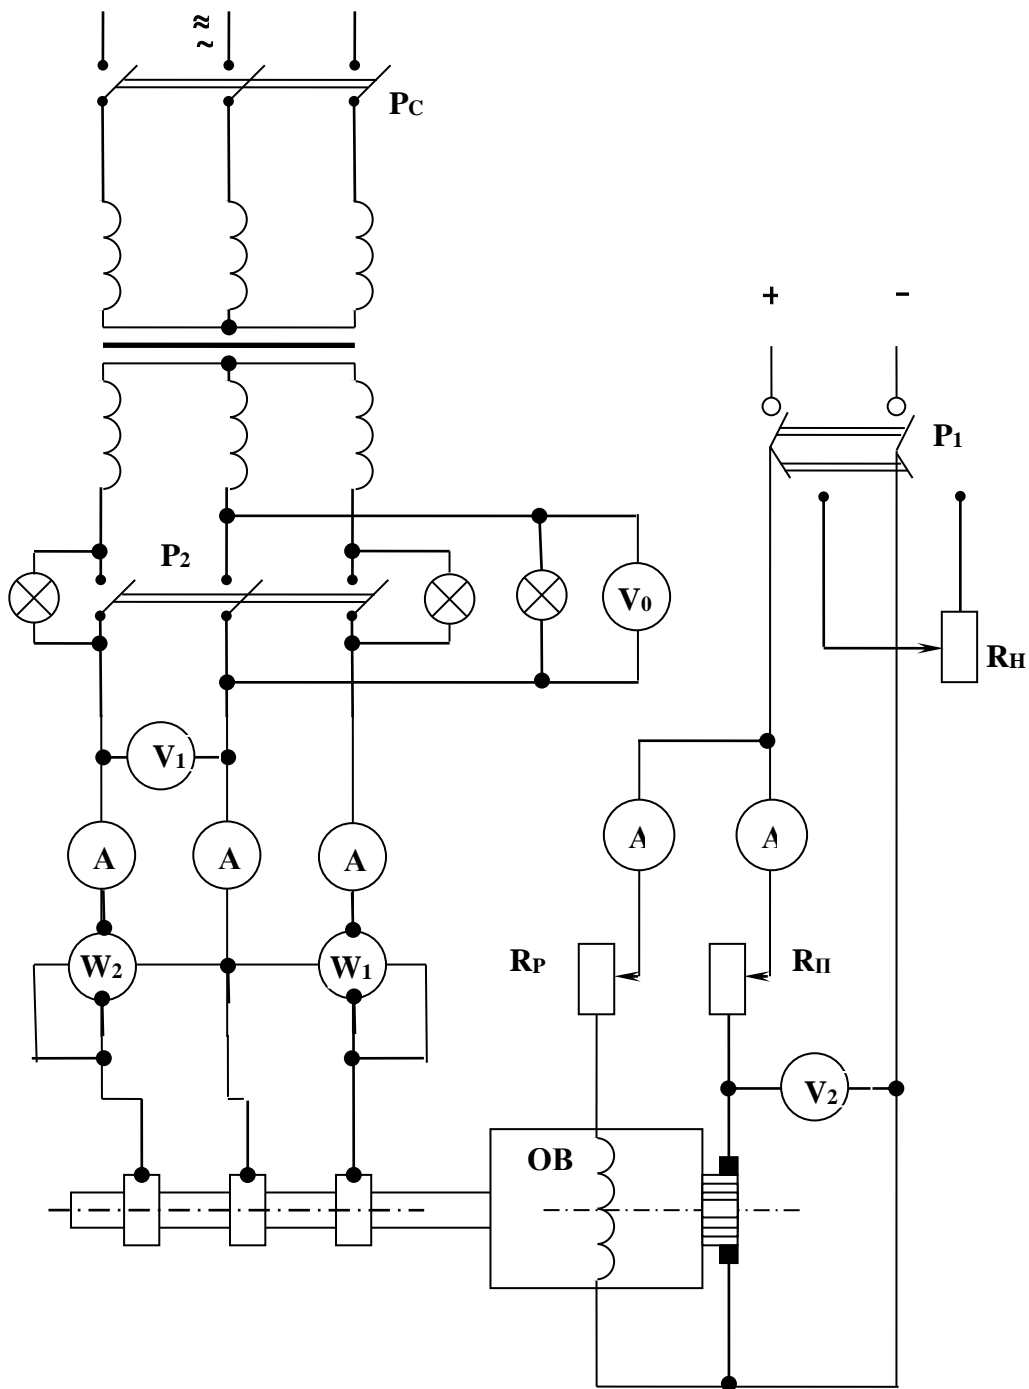

Рис. 2. Схема испытания однофазного преобразователя
Собрать схему, изображенную на рис. 2. Включить рубильник сети P_c . Запуск преобразователя производится, как запуск двигателя постоянного тока параллельного возбуждения. Изменением сопротивления регулировочного реостата достигается увеличение частоты вращения до значения близкого к синхронной. Когда лампы, включенные на «погасание света», погаснут, замкнуть рубильник P_2 , при этом рубильник P_1 разомкнуть, отключив преобразователь от сети постоянного тока.
3. Осуществить регулирование напряжения одноякорного преобразователя. Собрать схему, изображенную на рис. 2. Изменяя напряжение переменного тока с помощью индукционного регулятора, изменять напряжение постоянного тока.